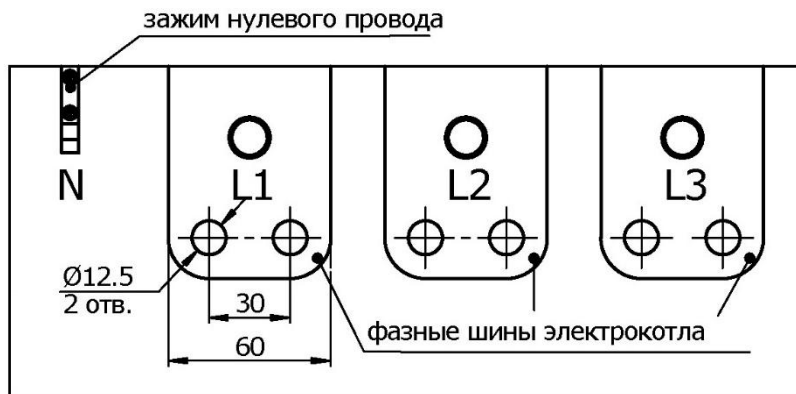

Рис. 7
6.10. Подвод проводов кабеля питания к электродкотлу возможен через отверстия в основании с использованием сальников MG50 из комплекта поставки или снизу в основание при прокладке кабеля ниже уровня пола. Фазные провода необходимо подключить к соответствующим фазным шинам электродкотла (см. рис. 7) с использованием силовых наконечников типа ТМЛ (в комплект поставки не входят). Нулевой провод, используемый только для работы схемы управления, (площадь поперечного сечения 0,75-1,5 кв. мм) подключается к соответствующему зажиму (см. рис. 7 и Приложение 2 Схема подключений).